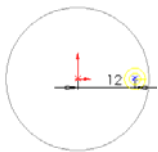

图 10-67 钻孔位置
2) 按照图示进行设置后, 单击[位置]按钮, 然后用鼠标单击上一步设置的基准面, 添加两个点, 作为柱形沉头孔的位置并标注尺寸, 结果如图 10-67 所示, 然后单击属性管